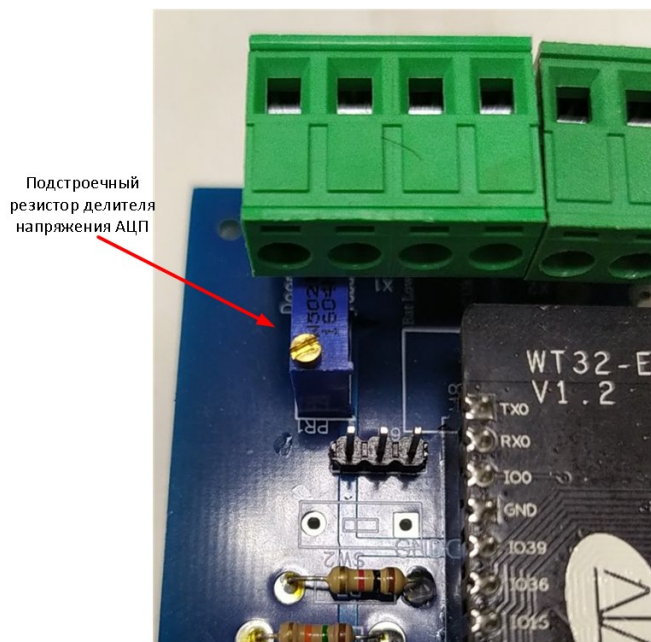

Рисунок 3. Размещение подстроечного резистора делителя напряжения на плате контроллера.
- выход АЦП контроллера через настраиваемый делитель напряжения в составе контроллера подключается к аккумуляторной батарее. На производстве делитель напряжения контроллера настроен на работу с напряжением до 70В. Точность измерения настраивается подстроечным резистором, размещенным рядом с клеммой подключения АКБ (положительный вывод) — рисунок 3;